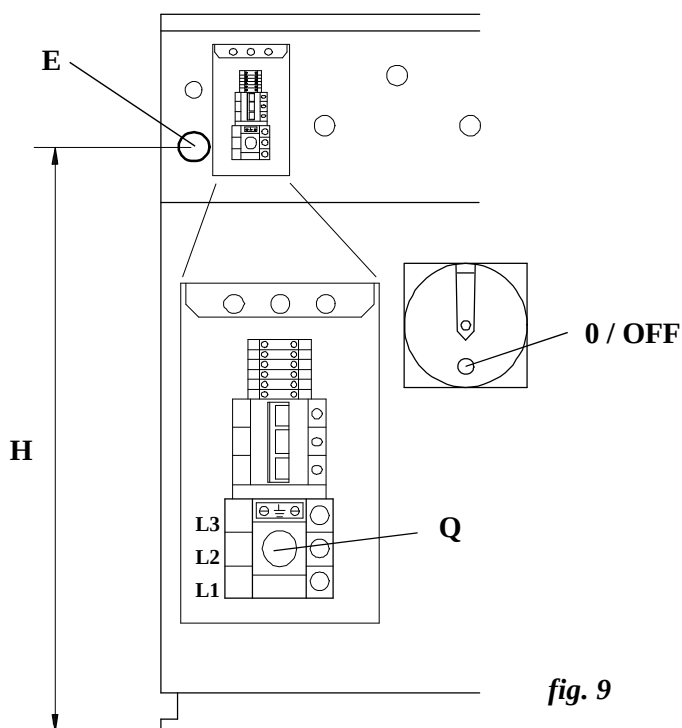

fig. 9
The supply wire can be armoured or unifilar in construction, protected by a rigid and resistant pipe and fixed to the hole **E** (**fig. 9/10**) at the washer inlet by a safety union (Refer to dimensions at the Connection Technical Sheet of the corresponding model).
El conductor de alimentación puede ser de cable manguera o conductores unifilares. En ambos casos, debe protegerse con un tubo de conducción, resistente a la tracción, al aplastamiento y a los impactos, este tubo debe fijarse al orificio **E** (**fig. 9/10**) de entrada a la lavadora mediante una unión segura. (Ver cotas en Hoja Técnica de Conexión del modelo correspondiente)
Le câble d'alimentation peut être en câble gainé ou des câbles unifilaires. Dans les deux cas, il faut le protéger avec un tuyau de conduction, résistant à la traction, à l'écrasement et aux coups, et fixé à l'orifice **E** (**fig. 9/10**) d'entrée à la machine à laver par un raccord sûr. (Voir dimensions sur la Feuille Technique de Raccordement du modèle correspondant).
- Secure the wire guard in the hole **E (fig. 9)** and insert the wire inside the terminal block.
- Fijar el protector del conductor en el orificio **E (fig. 9)** e introducir el conductor en el interior de la caja de bornes.
- Fixer le protecteur du câble sur l'orifice **E (fig. 9)** et introduire le câble à l'intérieur du boîtier de bornes.